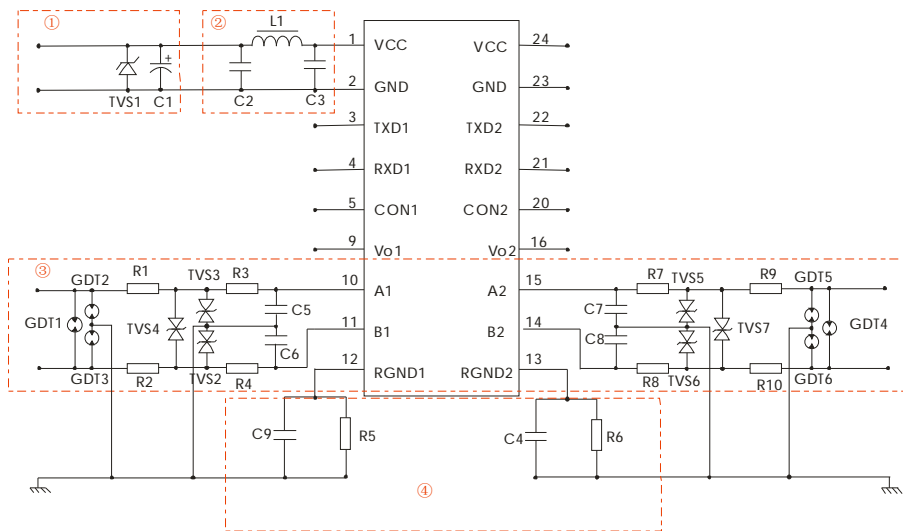

图 2
IEC/EN61000-4-4	信号端口 ±1KV (推荐电路见图 2-③) perf. Criteria B
信号端口 ±0.25KV/±0.5KV (推荐电路见图 2-③) perf. Criteria B
信号端口 ±0.5KV/±1KV (推荐电路见图 2-③) perf. Criteria B
信号端口 ±1KV/±2KV (推荐电路见图 2-③) perf. Criteria B
信号端口 ±2KV/±4KV (推荐电路见图 2-③) perf. Criteria B
信号端口 ±4KV/±6KV (推荐电路见图 2-③) perf. Criteria B